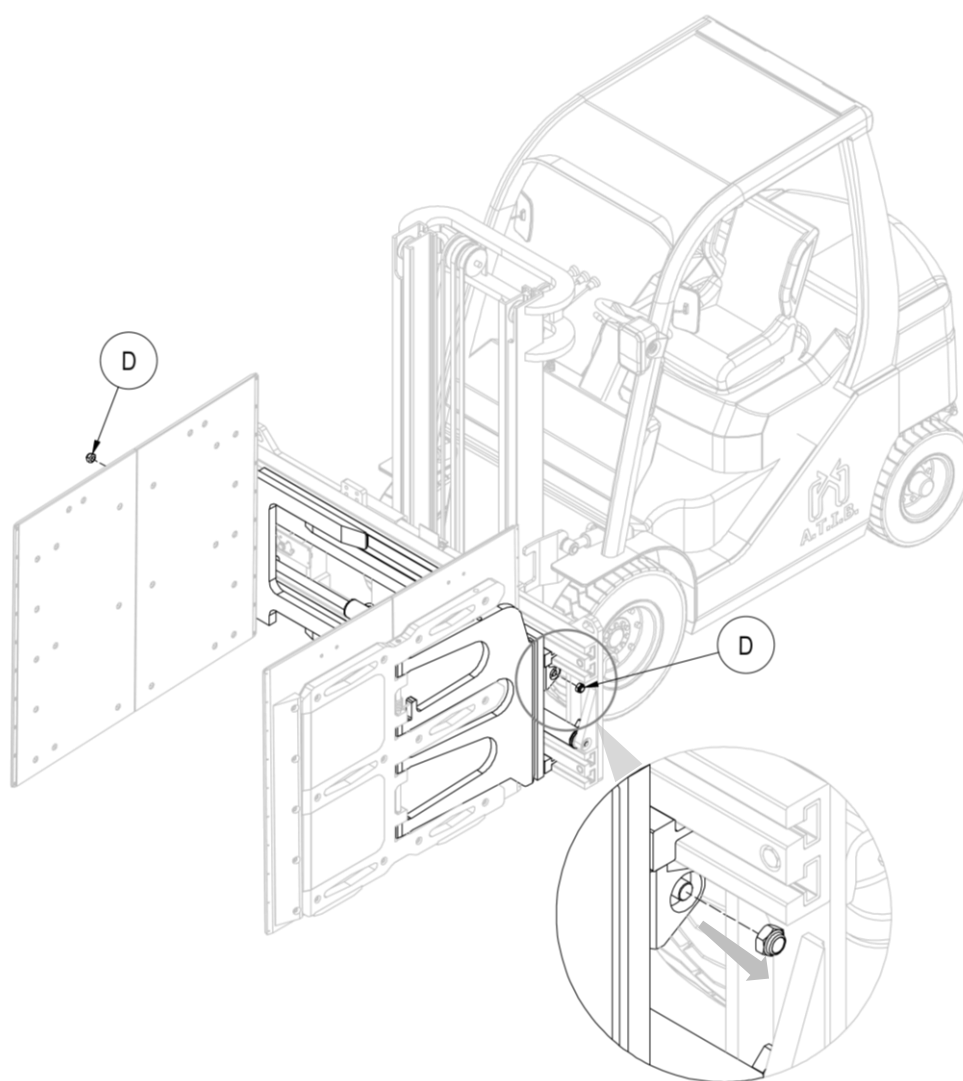

Figura 91
3. Rimuovere i dati **D** che vincolano i cilindri alle forcelle (vedi *Figura 91*).